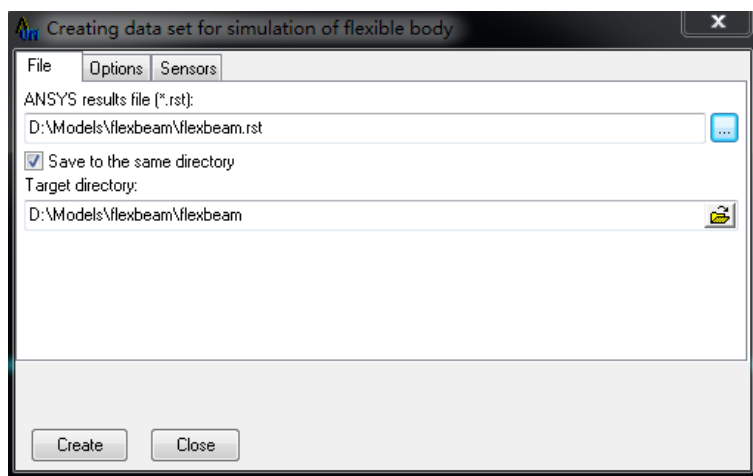

图 1.2 ANSYS_UM 程序界面
4. 如果 **um.mac** 文件中的 **ANSYS_UM.EXE** 路径定义正确，那么在 **um.mac** 执行完毕后，**ANSYS_UM.EXE** 会自动运行，如图 1.2 所示。否则，请手动运行，其文件路径为{UM}\bin\ansys_um.exe。